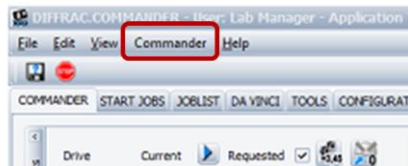
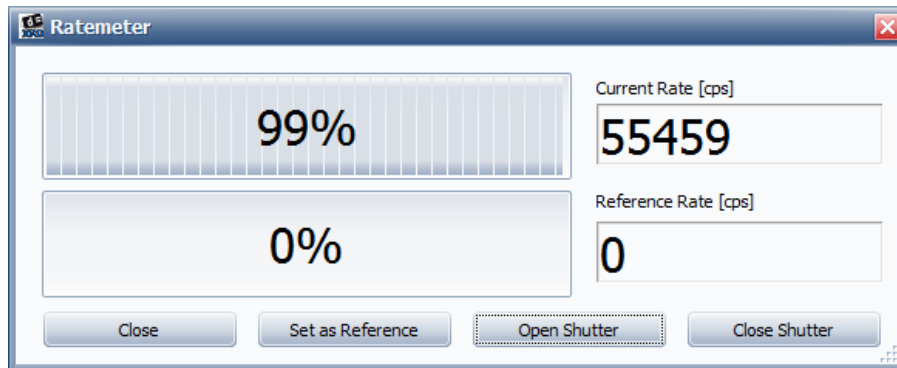

图 5-2 在 Commander 中打开 Ratermeter
图 5-3 Ratermeter 记录直射光光强度
5.8 打开 Ratemeter（图 5-2），将尤拉环 Z 轴手动向上调，同时观察直射光强度，当强度变为一半时（图 5-3），停止，记录最高的强度，关闭 Ratemeter。。